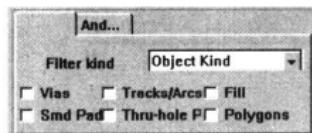

图 10-66 规则范围设置为指定对象
- Object Kind: 指定对象。选择此项后，规则适用范围为指定的对象，系统要求设置对象的类型，如图 10-66 所示。可在下面出现的复选框中打钩，选中适用的对象，如 Vias（过孔）、Track（线段）、Fill（填充）等。